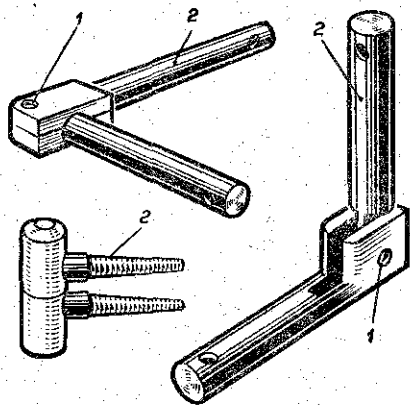
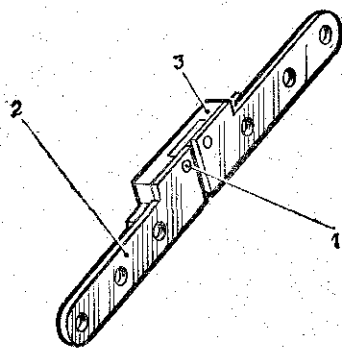
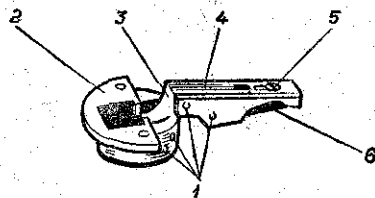

Рис. 93. Одношарнирные стержневые петли:
Рис. 94. Двухшарнирная ломберная петля:
Рис. 95. Комбинированная четырехшарнирная петля:
92) также устроены очень просто: две прямые или угловые пластины соединены осью. *Стержневые петли* (рис. 93) состоят из стержней. Стержни бывают гладкими с отверстием под винт или с резьбой, могут иметь одинаковые или разные по форме головки. *Ломберные петли* (рис. 94) имеют угловые пластины, соединенные серьгой с осями. *Комбинированные четырехшарнирные петли* (рис. 95) состоят из круглой чаши и прямоугольного корпуса с винтом и планкой. Прямоугольный корпус соединен с чашей двумя серьгами с помощью осей. *Комбини-*